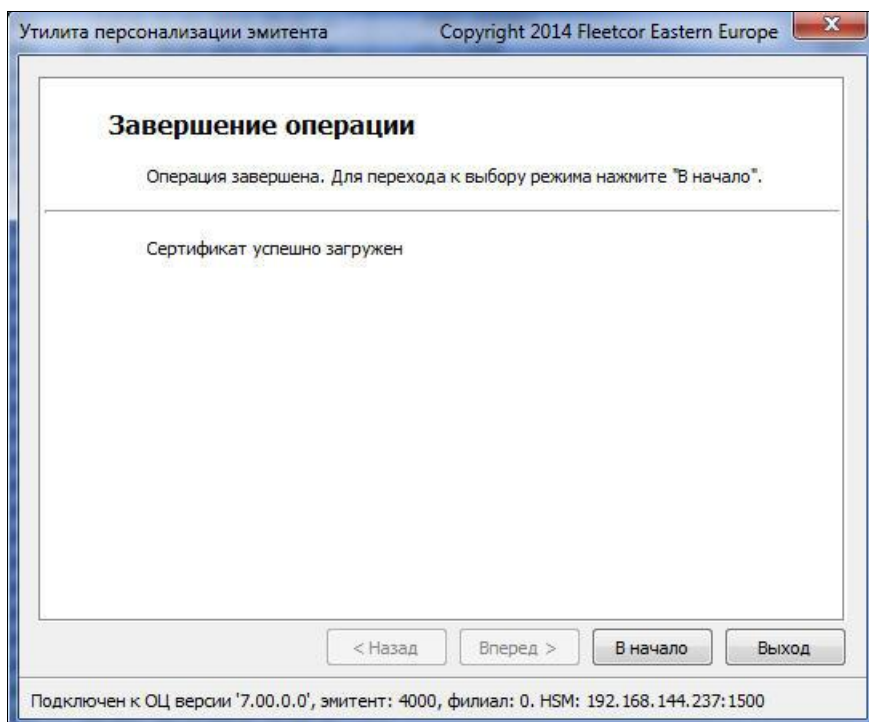

Рис. 6. Окно завершения операции загрузки сертификата
2. Укажите путь к файлу с подписанным сертификатом и нажмите на кнопку **Вперед**. Откроется окно завершения операции (см. Рис. 6).